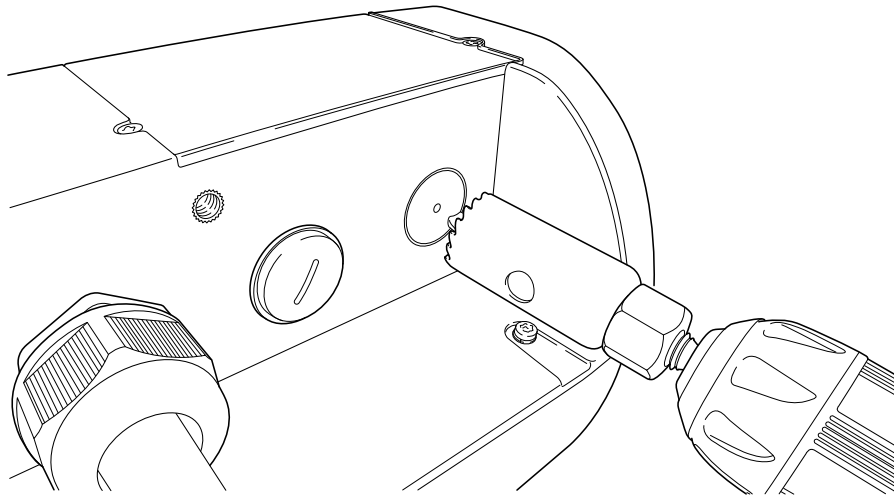

Figure 4-3. Trou de perçage pour conduit
3. Voir la Figure 4-3. Percez un trou de taille adaptée pour placer le raccord du système de conduit dans le fond du boîtier en plastique, comme indiqué.